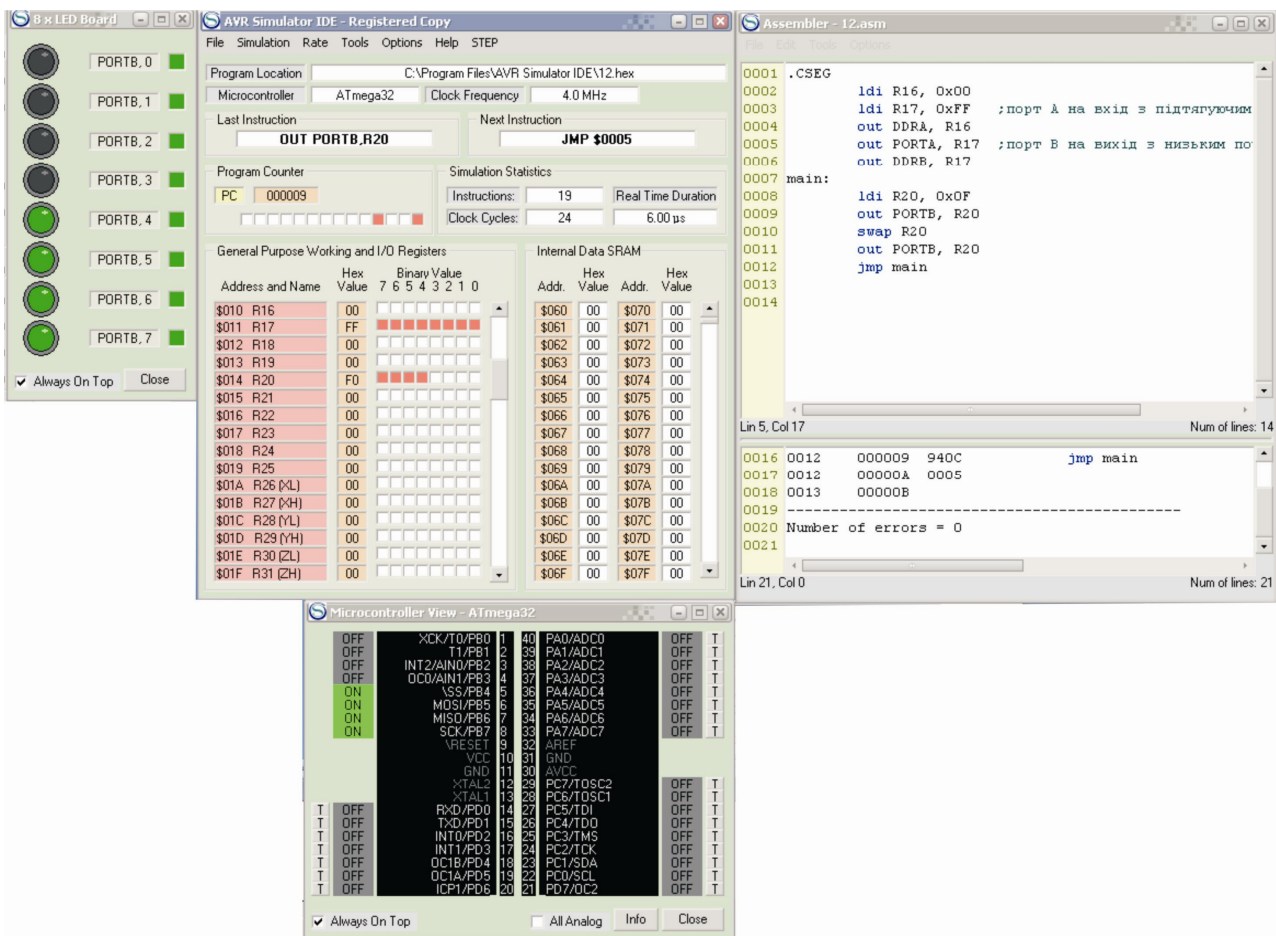

Рис. 5 Інтерфейс симулятора з полем «Assembler», панелями «8 x LED Board» та «Microcontroller View»
1. В опції «Tools» симулятора вибрати поля «Microcontroller View» та «8 LED Board» (рис. 5).